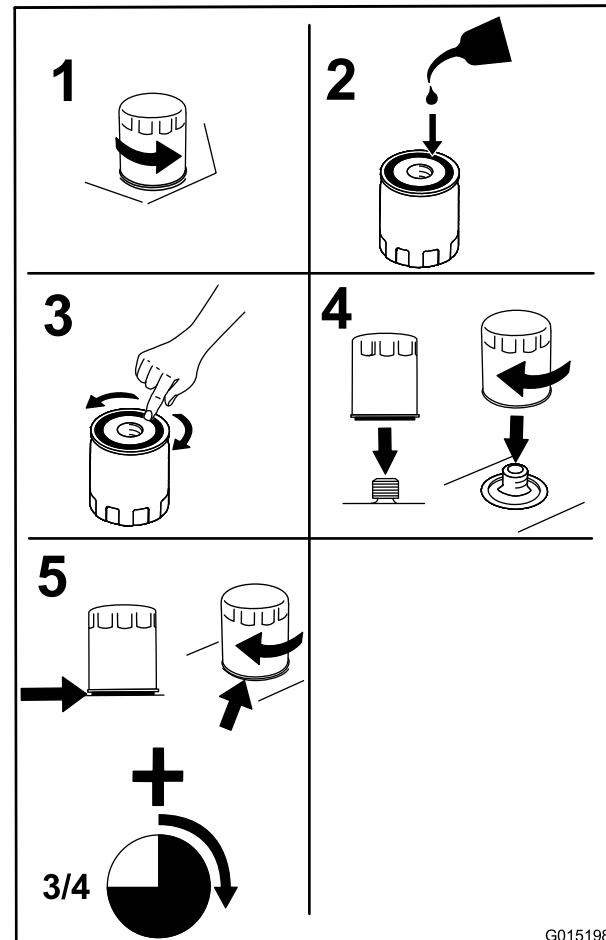

Bild 35
3. Wechseln Sie den MotorölfILTER, wie in Bild 35 dargestellt.